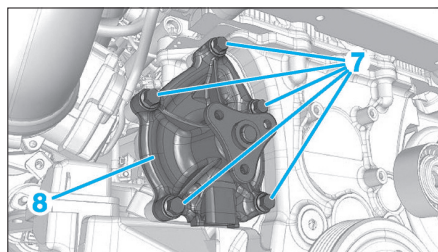

Fig. 50
- les vis (7) de la pompe à eau (8) (Fig.50),
- la pompe à eau (8).